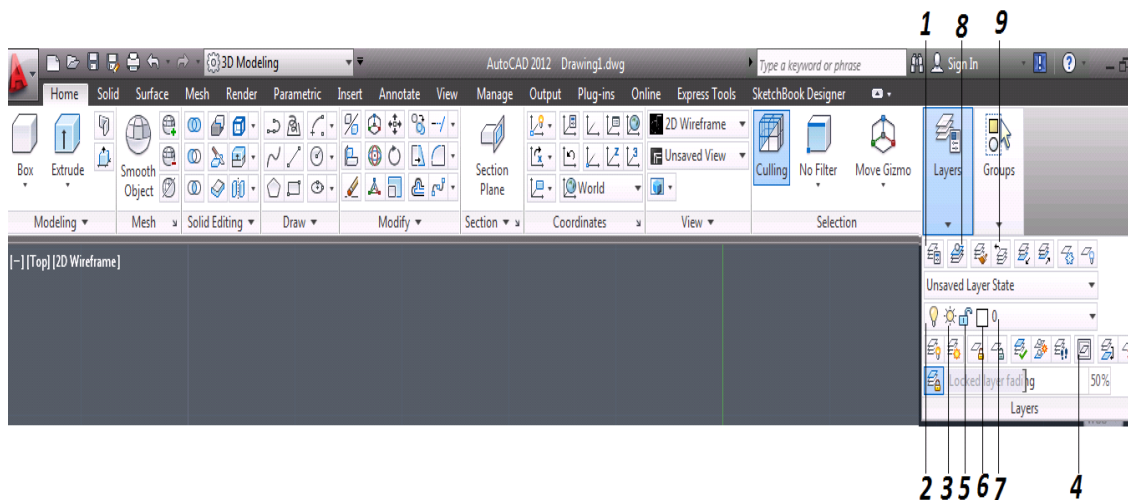

Figura 3.44 Capas
1. **Administrador de Propiedades de Capa [Layer Properties Manager]:** Este comando sirve para crear, eliminar, renombrar y buscar capas y otras de sus propiedades (*figura 3.44*).
2. **Activar o Desactivar una Capa [Turn a Layer On or Off]:** este comando sirve para activar o desactivar una capa (*figura 3.44*).
3. **Inutilizar o Reutilizar en todas las Ventanas [Freeze or Thaw in all Viewport]:** Para utilizar o reutilizar una capa (*figura 3.44*).
4. **Inutilizar o Reutilizar en la Ventana Actual [Freeze or Thaw in all Viewport]:** Para utilizar o reutilizar una capa en la ventana actual (*figura 3.44*).
5. **Bloquear o Desbloquear una Capa [Lock or Unlock a Layer]:** Para bloquear o desbloquear una capa (*figura 3.44*).
6. **Color de la Capa [Layer Color]:** Para asignar un color a la Capa (*figura 3.44*).
7. **Nombre de la Capa [Layers Name]** (*figura 3.44*).
8. **Fijar Como Actual la Capa del Objeto [Make Objects Layer Current]:** Los objetos se crearan con las propiedades de la capa fijada (*figura 3.44*).
9. **Capa Previa [Previous Layer]:** Deshace los cambios hechos en las capas (*figura 3.44*).